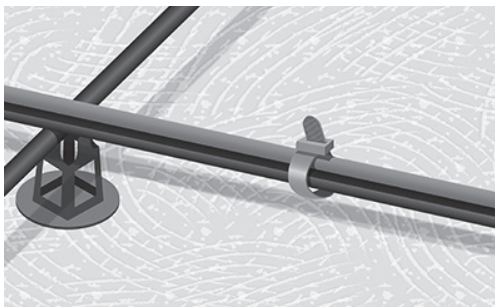

Fig. 5. Kabelen er festet. Kabelstroppene er løse og ikke på skjøtene
7. Rull ut kabelen og fest varmekabelen til armeringsnett (Fig. 5).